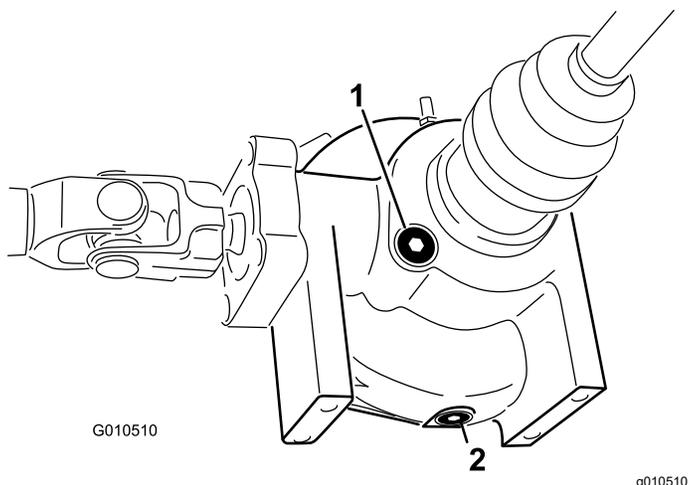

Рисунок 44
4. Очистите область вокруг заливной/контрольной пробки на боковой стороне дифференциала (Рисунок 44).
4. Очистите область вокруг сливной пробки на боковой стороне дифференциала (Рисунок 44).